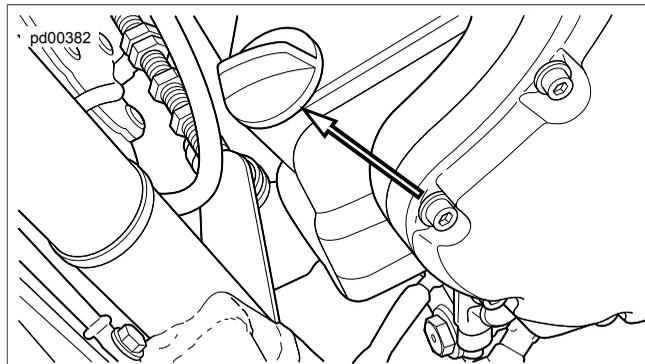
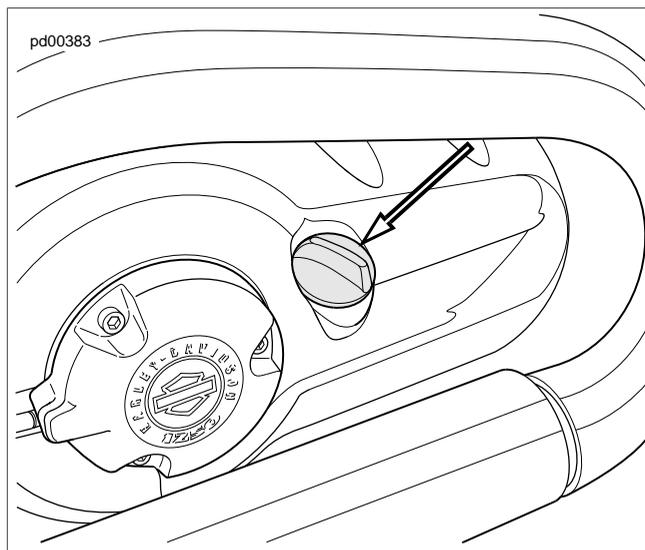

Figure 1-1. Bouchon de remplissage de jauge
Figure 1-2. Bouchon de remplissage de jauge (VRSCF seulement)
2. Voir Figure 1-1 ou Figure 1-2. Retirer le bouchon de remplissage d'huile (avec la jauge attachée) en le tournant dans le sens antihoraire. Retirer le bouchon de remplissage et la jauge, et essuyer cette dernière.
3. Voir Figure 1-1 ou Figure 1-2. Retirer le bouchon de remplissage (avec la jauge attachée) situé sur le devant du
2. Voir Figure 1-1. Retirer le bouchon de remplissage d'huile/la jauge sur la gauche.
7. Voir Figure 1-1. Sélectionner la qualité d'huile appropriée pour la température la plus basse prévue avant la prochaine vidange d'huile. Voir Tableau 1-7.